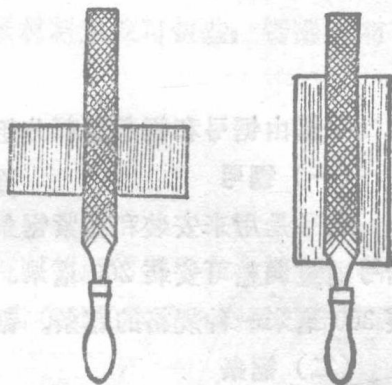

图 1-11 顺向锉
1. 顺向锉 顺向锉是最基本的锉削方法，平面最后锉光和锉平都用此法，以获得较为整齐美观的锉痕（图 1-11）。